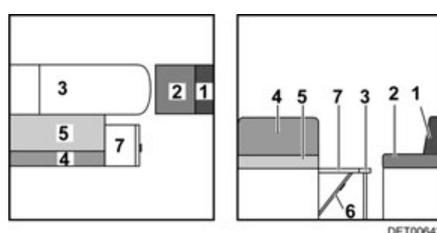

Fig. 137 Durante la transformación
- Plegar la prolongación del banco de asiento (Fig. 137,7) hacia arriba y colocar una cuña con la trampilla.
- Quitar el cojín del respaldo del asiento longitudinal (Fig. 137,1) y ponerlo a un lado.
- Tirar el cojín del asiento del asiento longitudinal (Fig. 137,2) hacia delante hasta la mesa.
- Tirar el cojín del asiento del banco (Fig. 137,5) hacia adelante sobre la mesa.
- Plegar el cojín del respaldo del banco (Fig. 137,4) y tirarlo sobre la prolongación del banco.
- Colocar el cojín adicional (Fig. 137,9) entre el cojín del asiento y el del respaldo.
- Colocar los cojines adicionales (Fig. 137,10, 11 y 12) entre la pared lateral y los cojines sobre la mesa y el tablero.